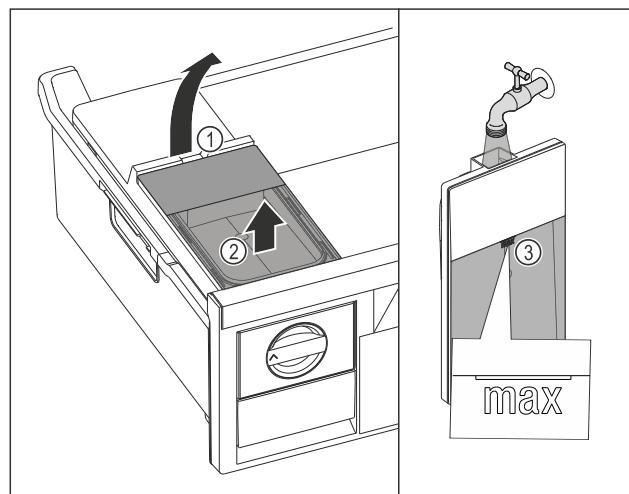

Fig. 109
- Поднимите бак для воды за выемку Fig. 109 (1).
- Извлеките бак для воды движением вверх. Fig. 109 (2)
- Наполните бак для воды питьевой водой до отметки Fig. 109 (3).